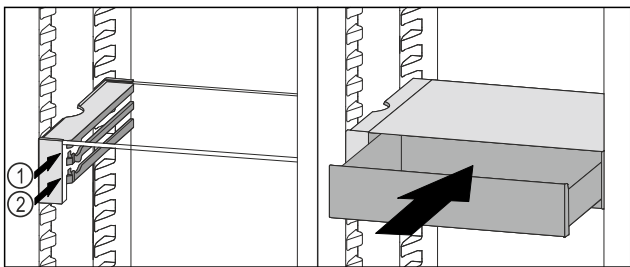

Fig. 136
- ▶ Поставете чекмеджето на VarioSafe зад ограничителите върху желаното ребро Fig. 136 (1) или Fig. 136 (2).